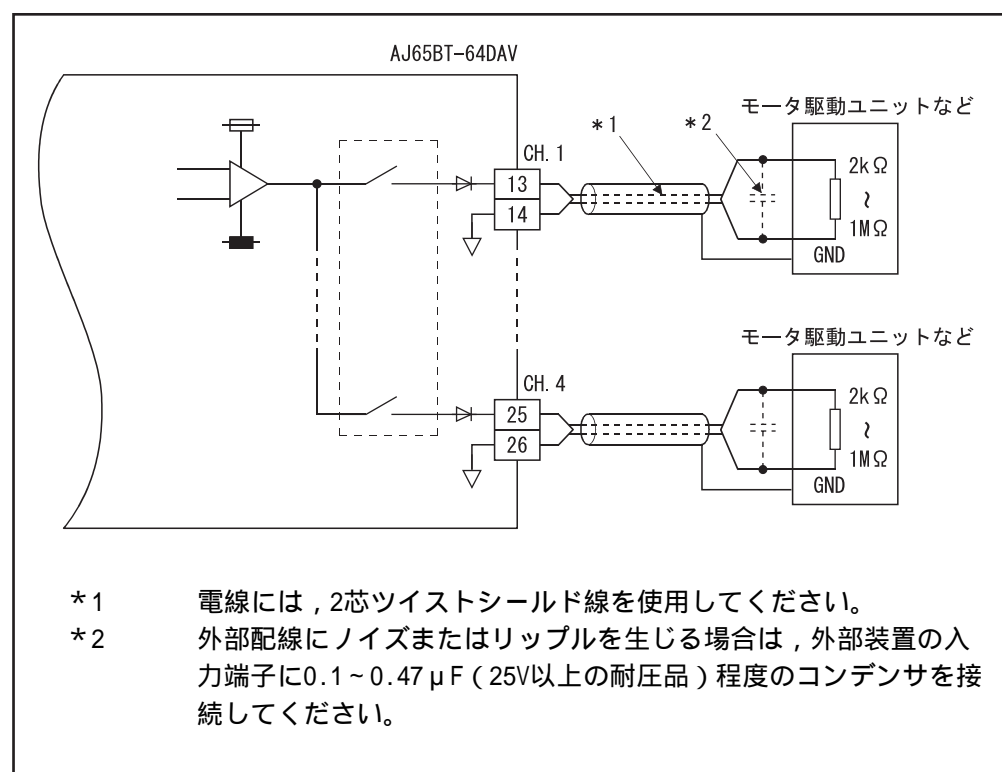

図4.1 AJ65BT-64DAVと外部機器の配線例
- (1) AJ65BT-64DAVと外部機器の配線例を図4.1に示します。